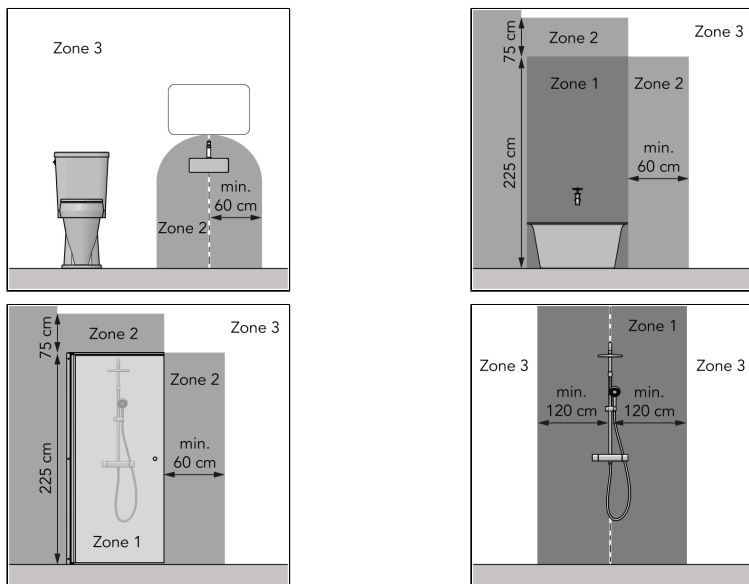

Figure 49.
- dans la zone 3 d'un cabinet de toilette ou d'une salle de bains avec baignoire, douche avec écran ou douche sans écran, voir Figure 49 ;